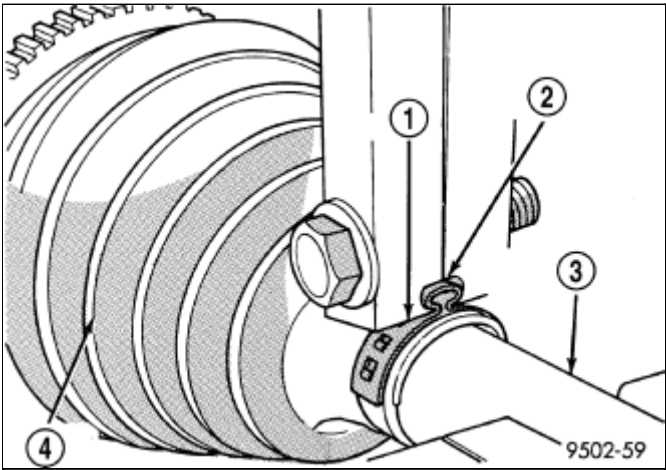

图 6 安装好的密封防尘罩固定卡箍
7. 拧紧卷边工具C-4975-A(图 6)上的螺母，直到工具上的夹爪面对面地完全闭合。